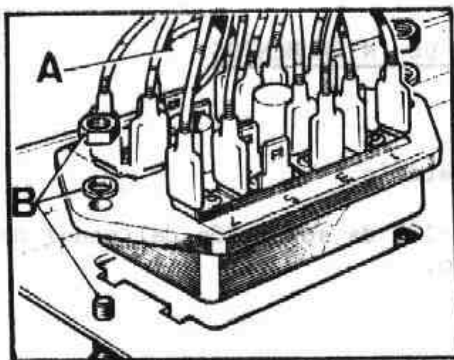

Fig. P-26 Caja de fusibles
- 1.3. Desconectar los cables, A (Fig. P-26) de la caja.